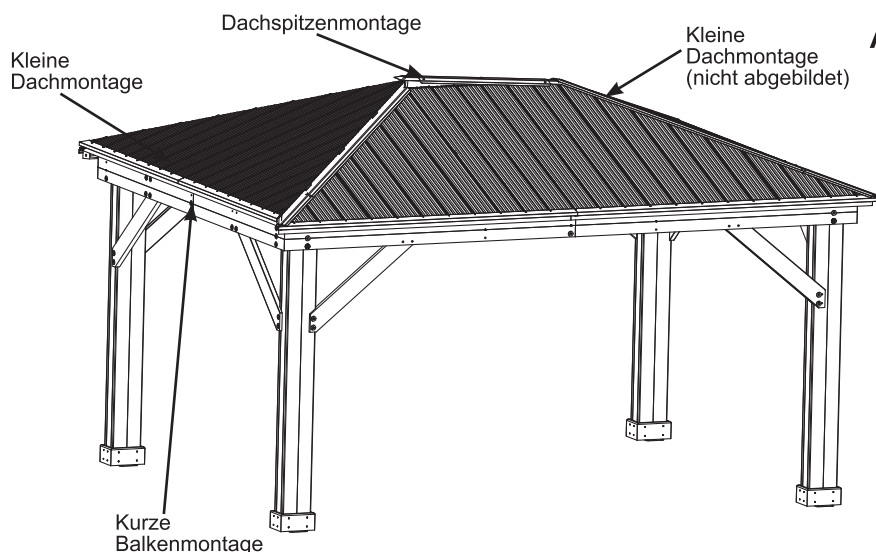

Abb. 19.1
A: Mit allen vier Monteuren eine Kleine Dachmontage nach oben und über die Kurze Balkenmontage heben. Sie werden die Dachspitzenmontage anheben müssen, um das Oberteil darunter zu bekommen. Jede Rechte Sparrenecke (623) mit drei $1/4 \times 2-3/4$ " Sechskantschrauben (mit zwei Große Unterlegscheibe $1/4-5/16$ " und einer Kontermutter $1/4$ ") pro Seite an der jeder Linke Sparrenecke (624) locker befestigen. Damit die Bolzenlöcher übereinstimmen, muss der Helfer in der Mitte das Zentrum der Platten anheben, wobei die anderen sicherstellen, dass die Ecken übereinstimmen. Sicherstellen, dass alle Bolzen fest sitzen. Die Verbindungssparren müsse innen bündig sein. (Abb. 19.1, 19.2 und 19.3)